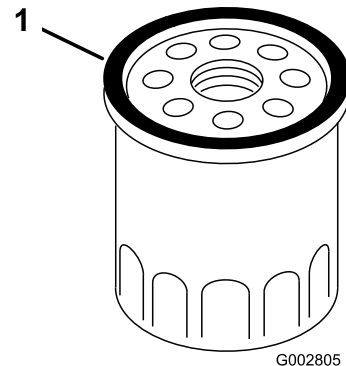

Figura 33
7. Usando el dedo, unte la junta del filtro nuevo con aceite (Figura 33).